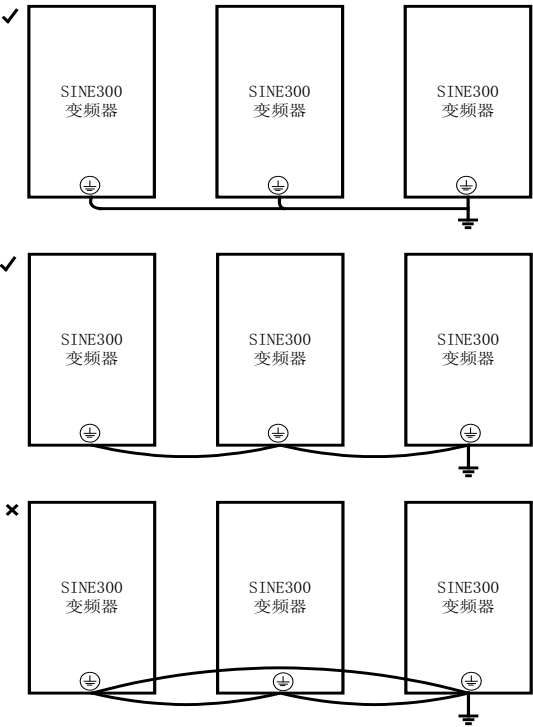

图 3-11 接地线连接方法
- ① 接地端子 ，请务必接地。
- ② 接地线切勿与焊机或动力设备共用。
- ③ 接地线请按电气设备技术标准所规定的导线线径规格，并与接地点尽可能短。
- ④ 同时使用两台以上变频器的场合，请勿将接地线形成回路。正确接地方法与错误接地方法如图 3-11 所示。